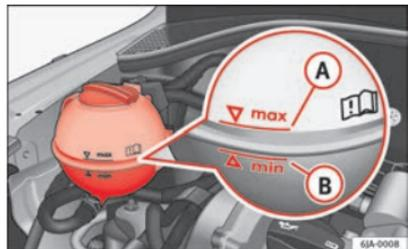

Fig. 126 Vano motor: Depósito de líquido refrigerante
Para rellenar, se recomienda utilizar el líquido anticongelante, cuyo tipo está marcado en la tapa del depósito del líquido de refrigeración ⇒ fig. 126.
- Compruebe el nivel de líquido refrigerante en el depósito de expansión del mismo ⇒ fig. 126. Con el motor frío, el nivel de líquido refrigerante debe encontrarse entre las marcas **B** (min.) e **A** (max.). Con el motor caliente, el nivel puede sobrepasar también ligeramente la marca **A** (max.).
- Coloque un trapo sobre el tapa del depósito de expansión de líquido refrigerante ⇒ fig. 126 y desenrosque el tapón con **cuidado**.
¡No rellene el depósito de líquido refrigerante más allá de la marca **A** (max.) ⇒ fig. 126! El líquido refrigerante excedente es expulsado del sistema de refrigeración al calentarse por la válvula de sobrepresión situada en el tapón de cierre del depósito de expansión de líquido refrigerante. ►